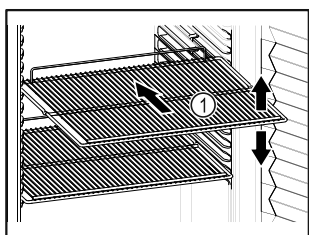

Fig. 56
- Sovita siirrettävät ritilätasot Fig. 56 (1) korkeuden mukaan.